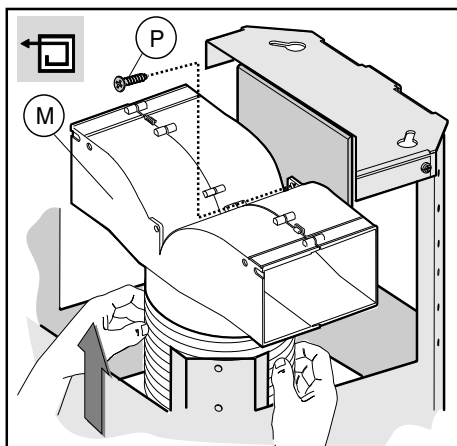
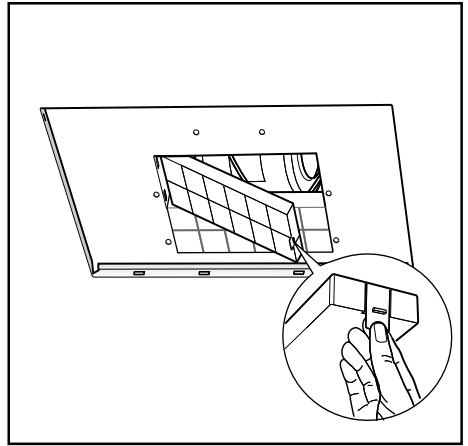

Fig.8
Fig.17
- **Filtrerende version:** Forbind det bøjelige rør med ventilationsanordningen **M** og fastgør skruerne **I** som vist i (fig. 8), de aktive kulfiltre skal anbringes i den udsugende del, som sidder inde i emhætten (fig. 17).